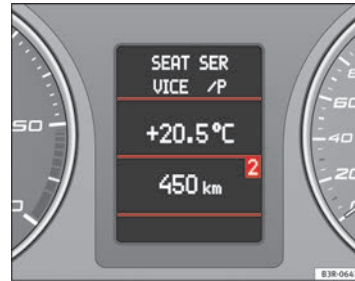

Abb. 65 Fahrerinformationssystem
- Mehrmaliges Drücken der **[MODE]**-Taste (B) wechselt zwischen den Betriebsarten und zeigt diese im Fahrerinformationssystem an → Abb. 65.
- Durch Rollen und Drücken der linken Menüwalze (A) wird abhängig von der Betriebsart eine Funktion gewählt.
- Die Sprachbedienung\* der Mobiltelefonvorbereitung wird durch Drücken der Sprechstaste (C) aktiviert. Drücken Sie erneut die Taste, um die Sprachbedienung\* zu beenden.
- Durch Rollen der rechten Menüwalze (D) nach oben / unten wird die Lautstärke erhöht / verringert.